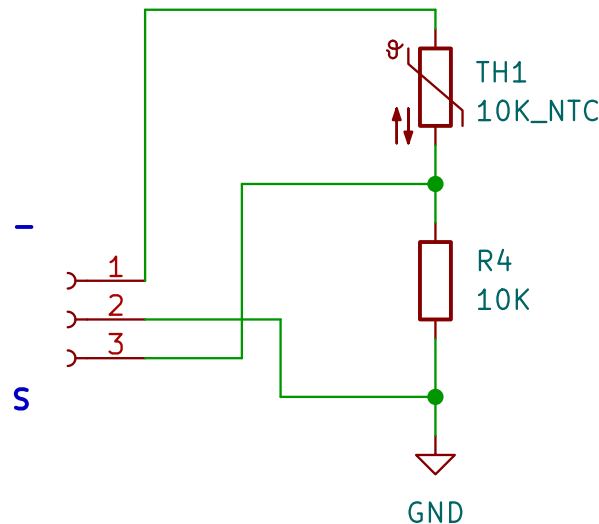

Figura 2: Esquemático do KY-013
2. Agora precisamos utilizar um sensor para medir a temperatura no interior da câmara. Para isso, utilizaremos um termistor, que é um resistor cuja resistência varia de maneira significativa com a temperatura. Utilizaremos a placa KY-013, que possui o esquemático apresentado na Figura 2